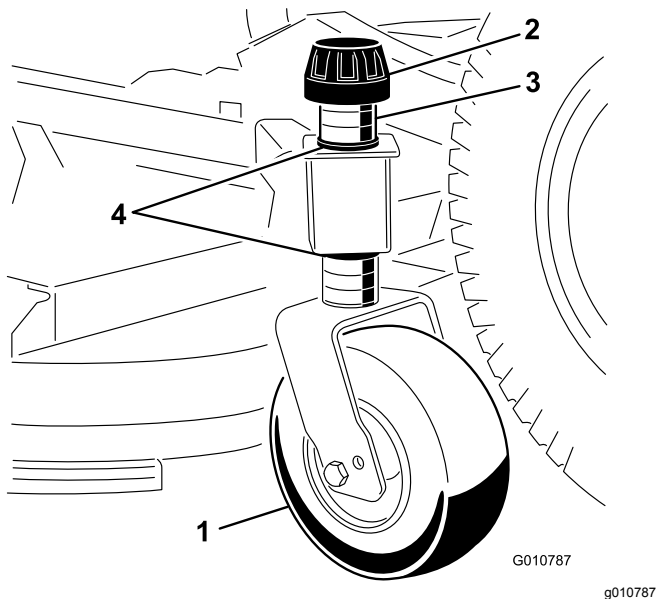

Figura 10
1. Retire el casquillo tensor que sujeta la rueda niveladora a los soportes de la unidad de corte (Figura 10).